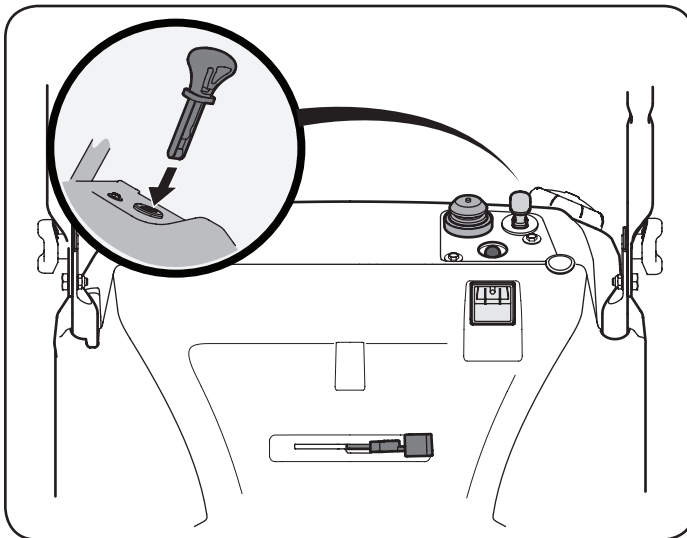

Figura 2
2. Inserte la llave de encendido en la ranura. Asegúrese de que entre a presión en su lugar. No intente girar la llave. Ve a la Figura 2.